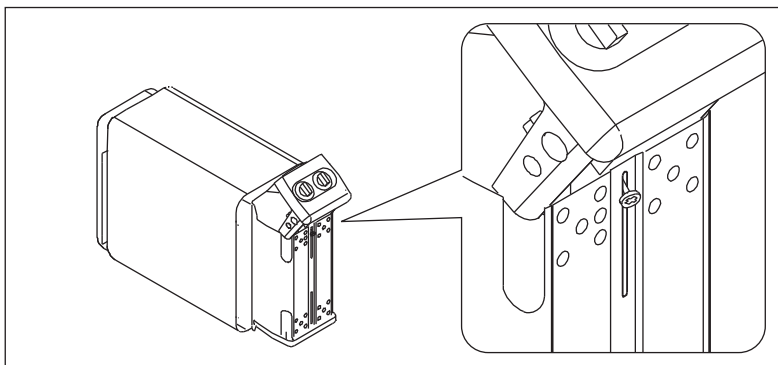

Figura 8. Ligar o cabo de ligação
4. Depois de ligar o cabo de ligação, empurre cuidadosamente para dentro da caixa elétrica a extremidade com os controlos. Consulte a figura 8. Antes de apertar o parafuso de fixação da extremidade, verifique se a borda da caixa elétrica está contra o fundo da ranhura na extremidade.